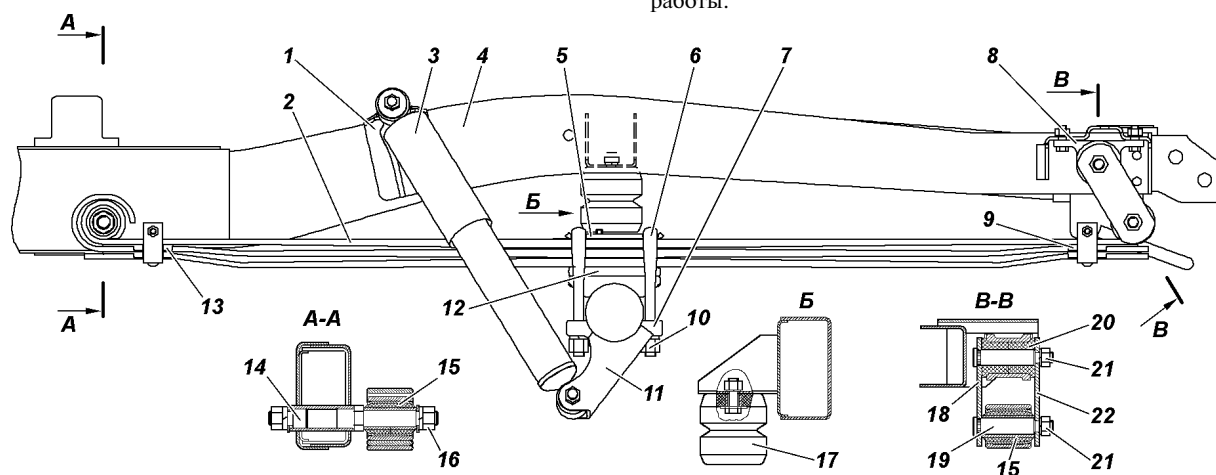

Рис. 10.3. Задняя подвеска автомобиля:
Задняя подвеска автомобиля (рис. 10.3) состоит из двух рессор (3 листа) и амортизаторов, расположенных с внешней стороны рамы.
Пружины и листы рессор не должны иметь трещин. Момент затяжки гаек 10 (см. рис. 10.3) стремянок 90-100 Н·м (9-10 кгс·м).
1. Отверните гайки 10 (см. рис. 10.3) стремянок 6 рессор, снимите стремянки, подкладку 7 и накладку 5.